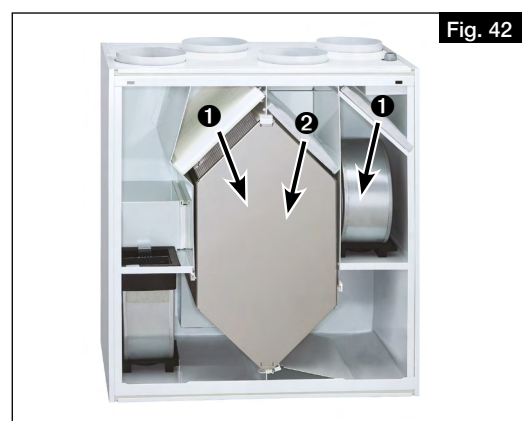

Fig. 42
2. Retirer le filtre air extérieur **1** et air extrait **2** vers l'avant et les remplacer (voir Fig. 42).